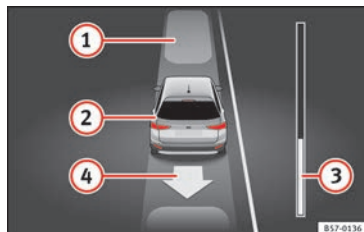

Fig. 214 Sul display del quadro strumenti: uscire da un parcheggio in linea.
Legenda della **fig. 214**:
7.	OPPURE: spostarsi in retromarcia finché nel display del quadro strumenti non comparirà l'indicazione di spostarsi con la marcia in avanti. La barra di avanzamento » fig. 214 ③ indica la distanza che si deve percorrere » pag. 250.